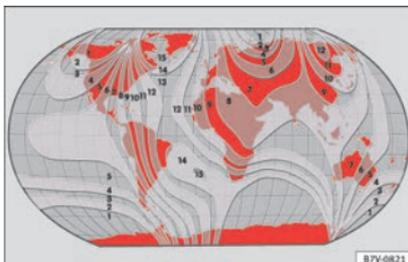

Fig. 118 Zones magnétiques.
- Sélectionnez la zone magnétique correspondant à la situation du véhicule » fig. 118.